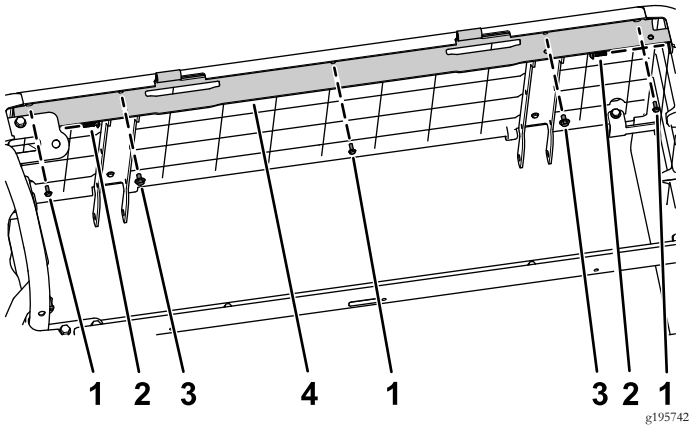

图6
1. 使用之前拧下的3个螺丝#10 x 1/2英寸、2个带垫圈组件的螺栓1/4 x 1/2英寸和2个梅花头螺丝安装新座椅支架图6。